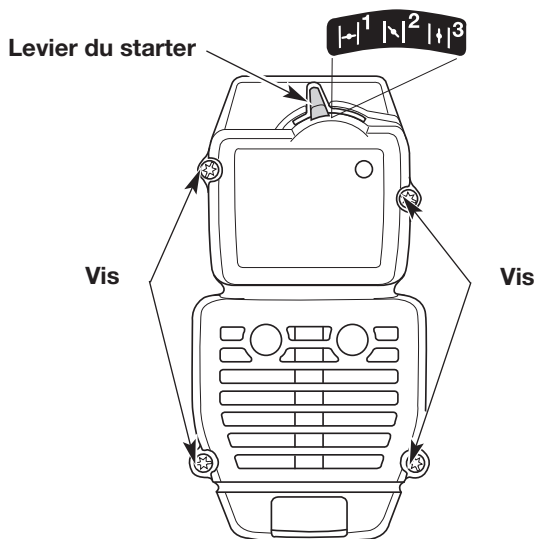

Fig. 21
REMARQUE : Le levier du starter doit être en position 2 (Fig. 21) pour que le carter du filtre à air/pot d'échappement puisse être enlevé.
2. Enlevez les quatre (4) vis retenant le carter du filtre à air/pot d'échappement (Fig. 21). Utilisez un tournevis à lame plate ou à embout Torx n°T20.
REMARQUE: Le levier du starter doit être en position 2 (Fig. 21) pour que le carter du filtre à air/pot d'échappement puisse être remis en place.
2. Insérez les quatre (4) vis dans les orifices du carter du filtre à air/pot d'échappement (Fig. 21) et serrez-les. Utilisez un tournevis à lame plate ou à embout Torx n°T20. Ne serrez pas trop. Ne forcez pas.